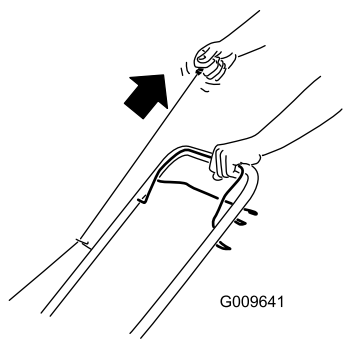

Figura 14
2. Tire de la cuerda de arranque (Figura 14).
Nota: Cuando tire del arrancador de retroceso, debe tirar suavemente hasta que note resistencia; luego tire con fuerza (Figura 14). Deje que la cuerda vuelva lentamente al manillar.